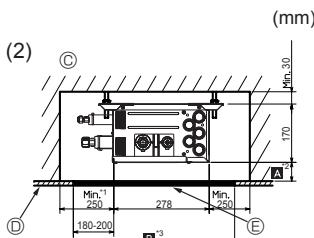
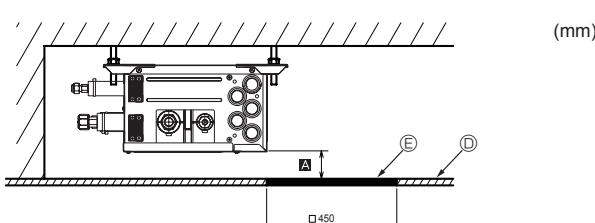
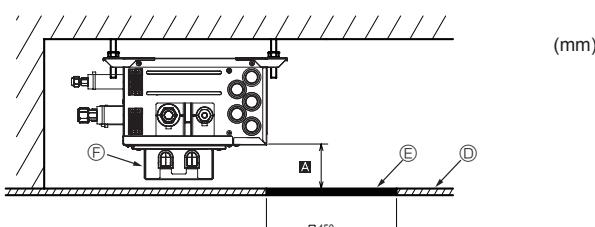

Fig. 4-7
Fig. 4-8
Fig. 4-9
(2) Set fra siden (Fig. 4-7, Fig. 4-8, Fig. 4-9)
For at installere den valgfri reaktorboks skal du indstille til min. 270 mm <anbefaling> (Fig. 4-9). Ⓐ
I tilfælde af "□ 450" skal der udføres et vedligeholdelseshul ved en PCB-side (som vist på Fig. 4-8, Fig. 4-9), og afstanden Ⓑ skal være "min. 300 mm".